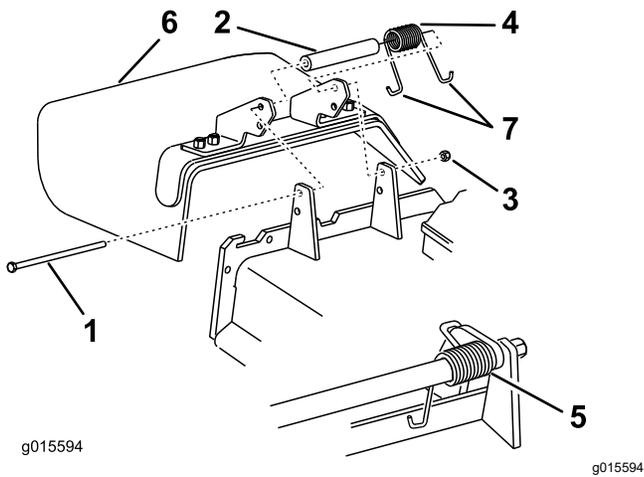

図 105
1. デフレクタをピボットブラケットに固定しているロックナット、ボルト、スプリング、スペーサを外す (図 105)。
2. 破損または古くなっているデフレクタを取り外す (図 105)。
**注** 必ず、スプリングのJフック端の1つをデッキエッジの後ろに引っ掛け、それからボルトを 図 105 のように取り付けてください。
6. J形端部のひとつをデフレクタに引っ掛ける 図 105。